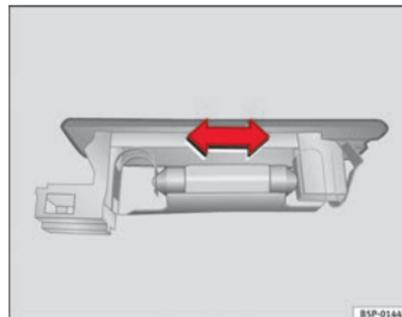

Abb. 187 Gepäckraumbeleuchtung
- Drücken Sie die Lampe zur Seite und nehmen Sie sie aus ihrer Halterung heraus ⇒ Abb. 187.